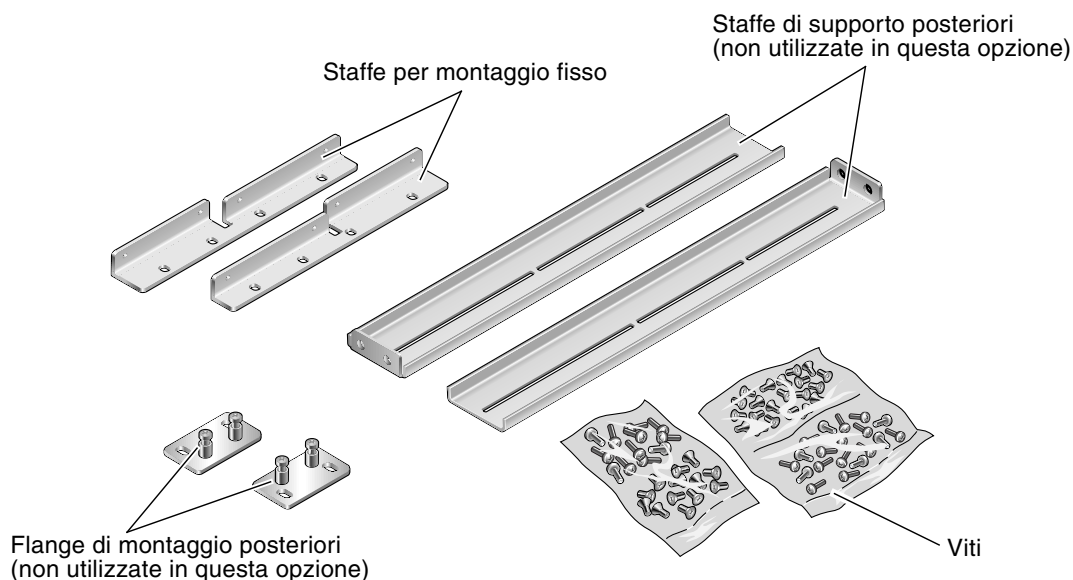

FIGURA 3-26 Contenuto del kit di montaggio fisso in rack da 19 pollici a 2 montanti
1. Prendere le staffe laterali dal kit (FIGURA 3-26).